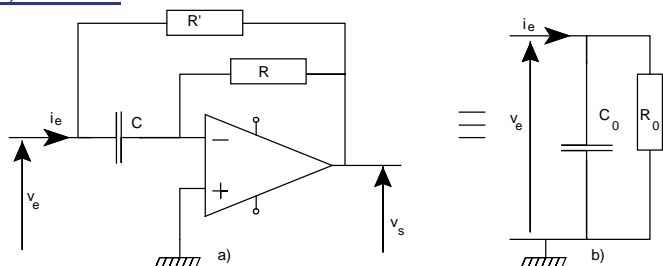

Figure 5 : Condensateur simulé. a) Montage b) Schéma équivalent. $C = 0,1 \text{ MF}$; $R = 12 \text{ k}\Omega$; $R' = 1,5 \text{ k}\Omega$
- Pourquoi dans schéma de la figure 5, l'amplificateur peut-il être considéré comme parfait ?